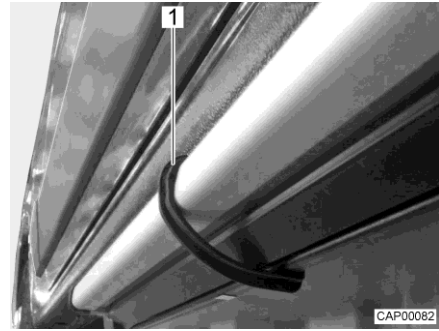

Fig. 5 Étrier de retenue (marchepied)
- Bloquer le marchepied avec l'étrier de retenue fourni (Fig. 5,1) pour empêcher tout glissement vers l'extérieur.